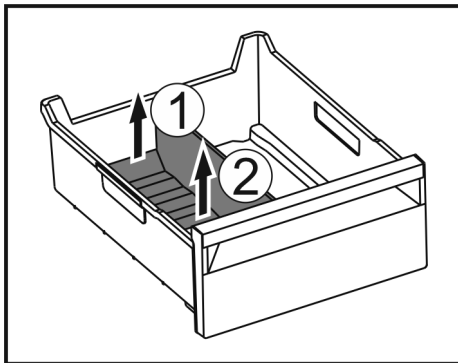

Fig. 114
- ▶ Підняти задню частину перегородки відділення для льоду. Fig. 114 (1)
- ▶ Вилучити перегородку рухом вгору. Fig. 114 (2)